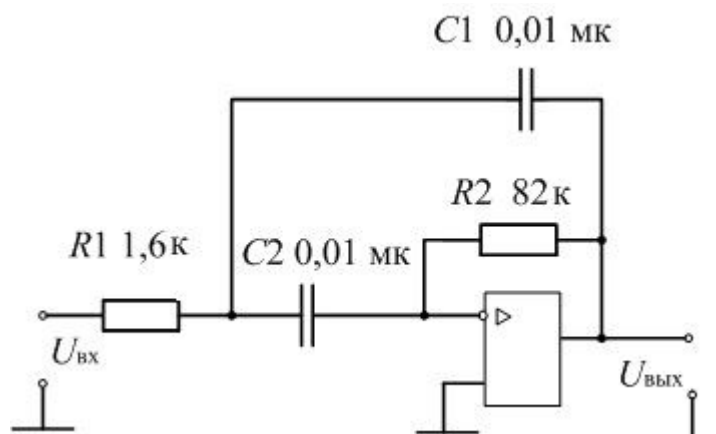

Рис. 5.11. Избирательный RC - усилитель на ОУ
– Соберите схему рис. 5.11, параметры R_1 , R_2 , C_1 , C_2 выбираются по указанию преподавателя.